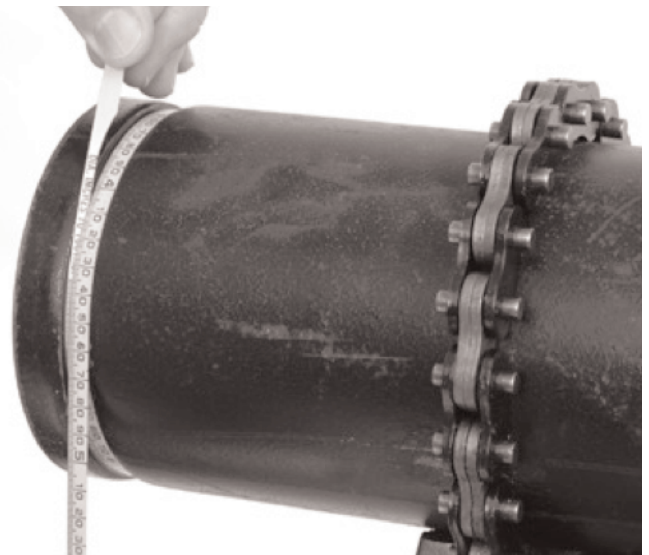

Рисунок 16 – Проверка диаметра желобка с помощью измерительной ленты
5. Измерьте диаметр желобка. Наиболее подходящий метод измерения диаметра желобка - использование мерной ленты (см. раздел "Аксессуары"). Плотно натяните мерную ленту вокруг трубы на желобке. Убедитесь в том, что лента плотно соприкасается с нижней частью желобка и снимите показания диаметра (См. рис. 16).